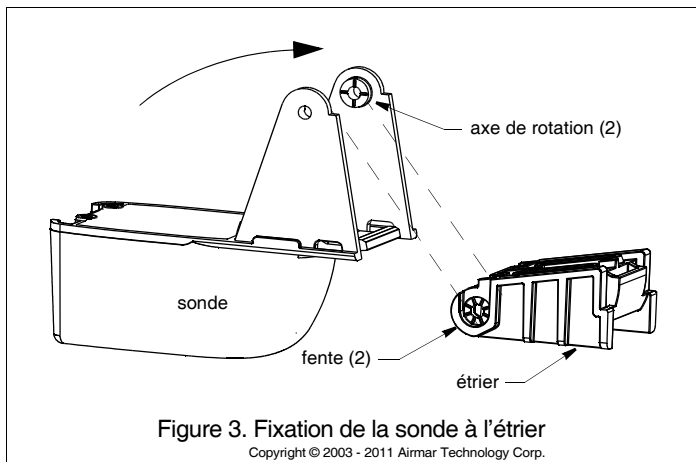

Figure 3. Fixation de la sonde à l'étrier
1. Insérez les ergots de rotation de la sonde dans les rainures au dos de l'étrier (Figure 3).